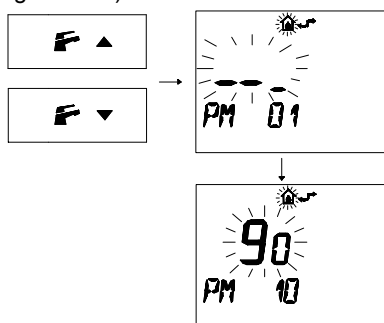

Figura 5.45
- Premere i pulsanti ▼ o ▲ per visualizzare la programmazione "PM10" selezione della frequenza di accensione (Figura 5.45).
- Nella Figura 5.45 si visualizza un SET programmato di 90 corrispondente ad un tempo di riaccensione di 1 minuto e mezzo. Il campo di regolazioni è da 0 a 4 minuti e 15 secondi.